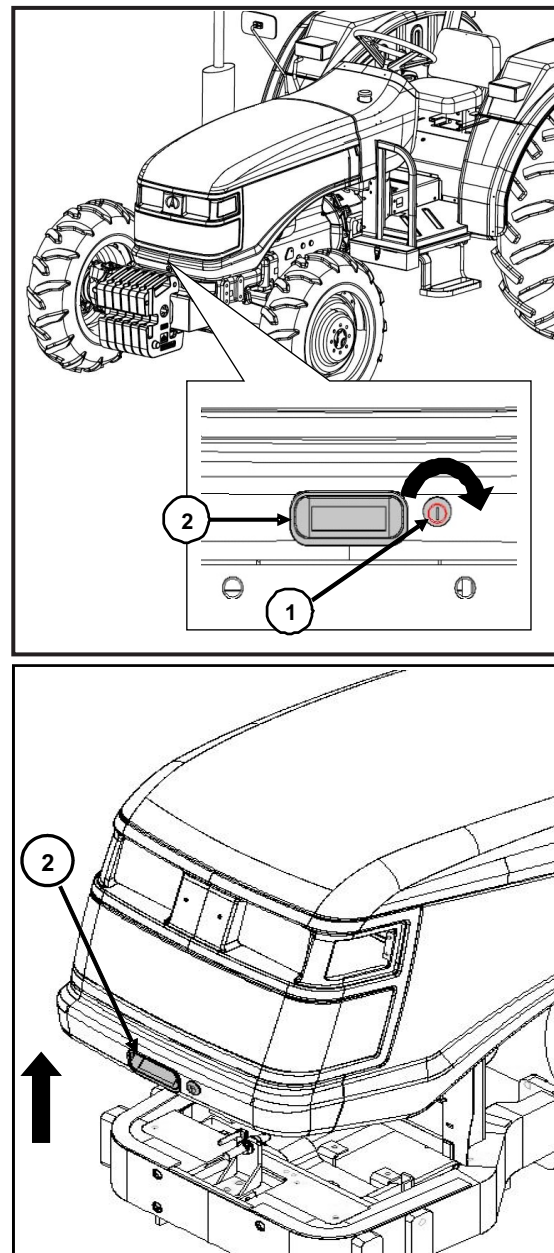

Fig.5-3 Kako otvoriti haubu
5.22 Kako otvoriti haubu (fig.5-3)